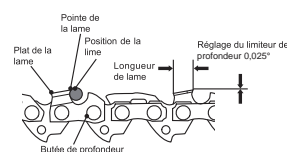

Fig. 52
9. Vérifiez la hauteur des limiteurs de profondeur à l'aide d'un instrument de mesure prévu à cet effet. Ces instruments de mesure sont disponibles dans la plupart des magasins d'outillage (Fig.52).